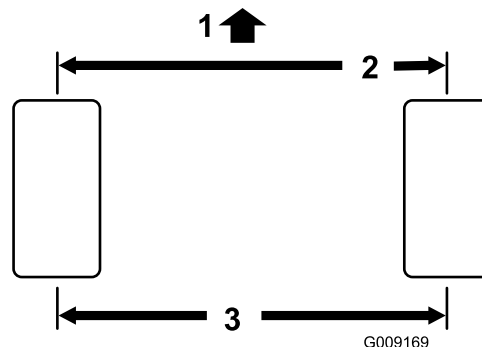

Figura 59
1. Misurate l'interasse (all'altezza dell'assale) sulla parte anteriore e posteriore dei pneumatici di sterzo (Figura 59).